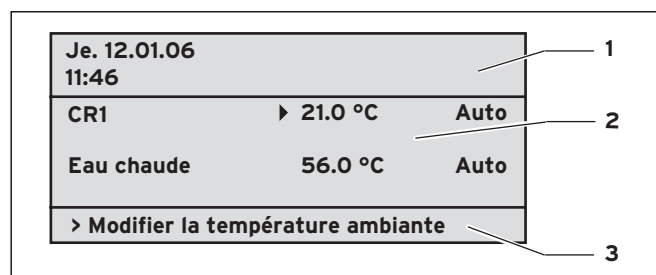

Fig. 4.2 Aperçu de l'écran (exemple affichage de base)
- de l'affichage de base (fig. 4.2)
Le mode d'utilisation décrit ci-dessous est valable pour l'affichage de base (fig. 4.2) et pour les différentes pages d'affichage / de saisie de l'interface utilisateur.
Situation de départ : Vous vous trouvez dans l'affichage de base (voir fig. 4.2). Pour accéder à l'affichage de base, se référer au paragraphe 4.3.3.
En cliquant avec un sélecteur ou avec les deux, vous pouvez passer de l'affichage de base simplifié à la page d'écran suivante (voir fig. 4.2).